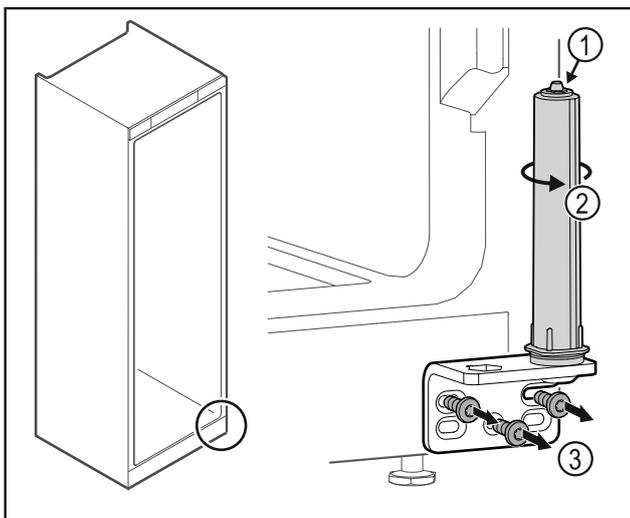

Fig. 29
- Non disassemblare il sistema di chiusura della porta Fig. 29 (1).
- Ruotare il sistema di chiusura Fig. 29 (2) finché non si innesta con un clic.
- Svitare la cerniera angolare Fig. 29 (3).